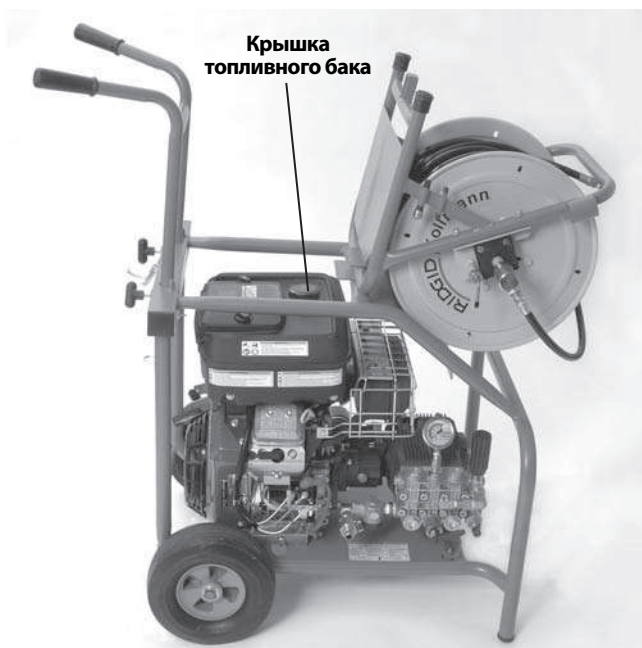

Рис. 8 - Доступ к топливному баку KJ-3100
8. Проверяйте уровень топлива в двигателе. На гидродинамической машине KJ-3100 освободите защелку катушки со шлангом и проверните ее вперед до упора в раму, чтобы обеспечить доступ к крышке топливного бака двигателя, см. рис. 8. При необходимости долейте неэтилированный бензин. Более подробная информация представлена в руководстве по эксплуатации двигателя. Во время работы с бензином соблюдайте осторожность. Заправку топливом осуществляйте в хорошо проветриваемом месте. Запрещается чрезмерно заполнять топливный бак бензином и проливать бензин. Убедитесь, что крышка топливного бака плотно закрыта.